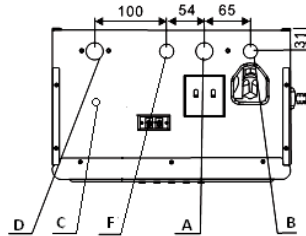

Рис.7
7. Подключить комнатный регулятор температуры при помощи двухжильного провода 2x0,75мм² к клеммам котла(рис.7).